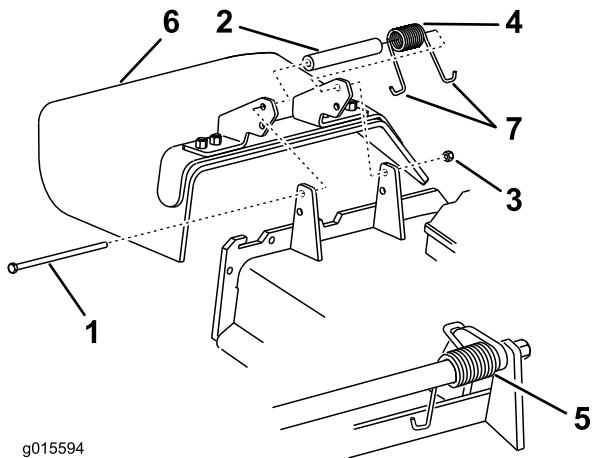

Figura 87
1. Togliete il dado di bloccaggio, il bullone, la molla e il distanziale che fissano il deflettore alle staffe orientabili del tosaerba (Figura 87). Togliete il deflettore di sfalcio se è danneggiato o consumato.
Nota: Verificate che un'estremità **J** della molla si trovi dietro il bordo del piatto di taglio prima di montare il bullone, come illustrato nella Figura 87.
3. Montate il bullone e il dado. Infilate un'estremità a gancio **J** della molla attorno al deflettore dello sfalcio (Figura 87).